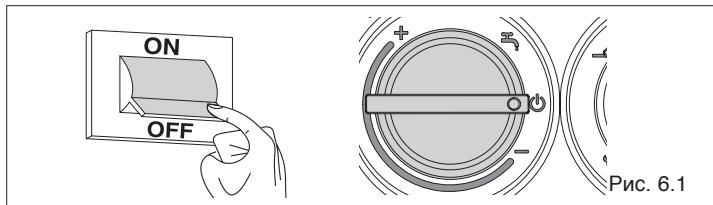

Рис. 6.1
- переведите общий выключатель системы (Рис. 6.1) и выключатель на панели управления котла в положение «выключено» ⚡;